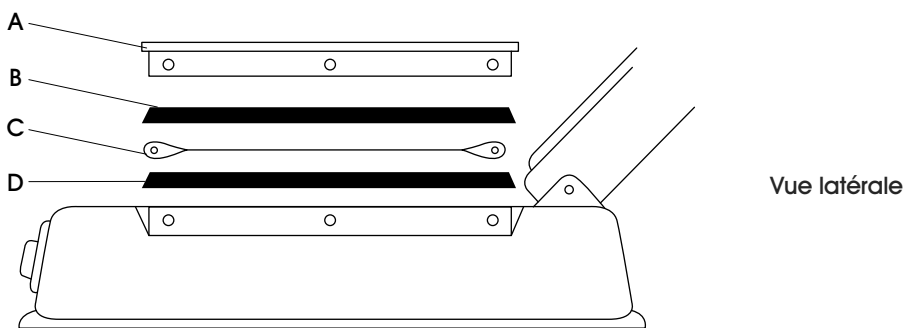

Figure 1
1. Retirez les vis ainsi que les plaques de protection (A) et la protection en téflon supérieure (B). Retirez l'élément (C) des bornes de branchement. (Voir figure 1)
2. Si le ruban adhésif en téflon inférieur (D) est usé, brûlé ou déchiré, il doit être changé. Le ruban en téflon isole l'élément du boîtier de la soudeuse pour assurer le bon fonctionnement de la soudeuse. (Voir figure 1) Si cette bande n'est pas usée, passez à l'étape 5.